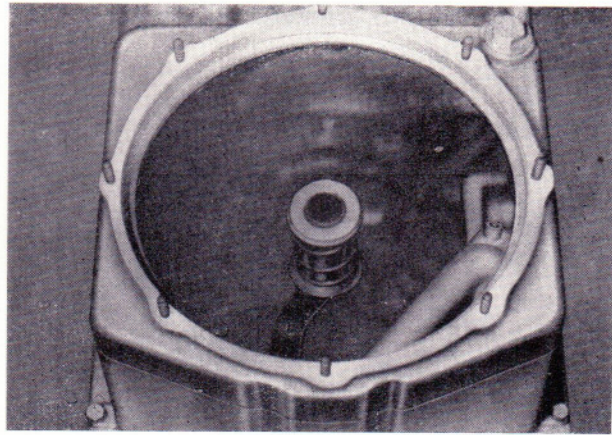

Bild 129
- Druckfeder, Deckel und Hutmanschette auf die Saugleitung aufsetzen (Bild 129).